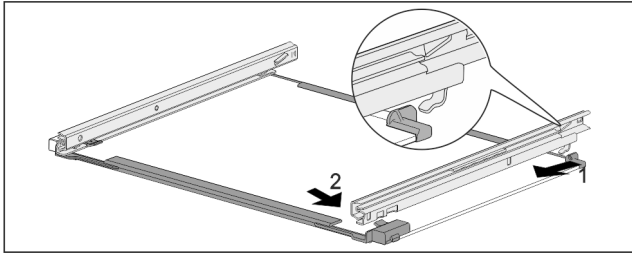

Fig. 180 Üveglap sínekkel
- ▶ Akassza be hátul a sít. Fig. 180 (1)
- ▶ Elöl pattintsa be a sít. Fig. 180 (2)